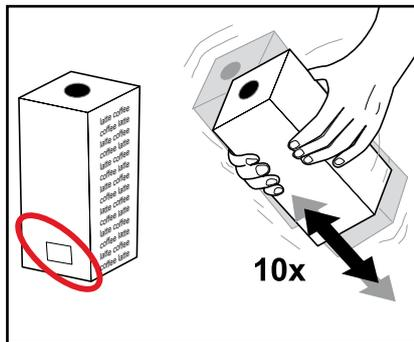

Fig. 2
- Osservare la data di scadenza stampata sulla confezione (fig. 2).
2. Prima di utilizzare i pacchetti del prodotto nell'apparecchio, agitarli bene almeno 10 volte (fig. 2).